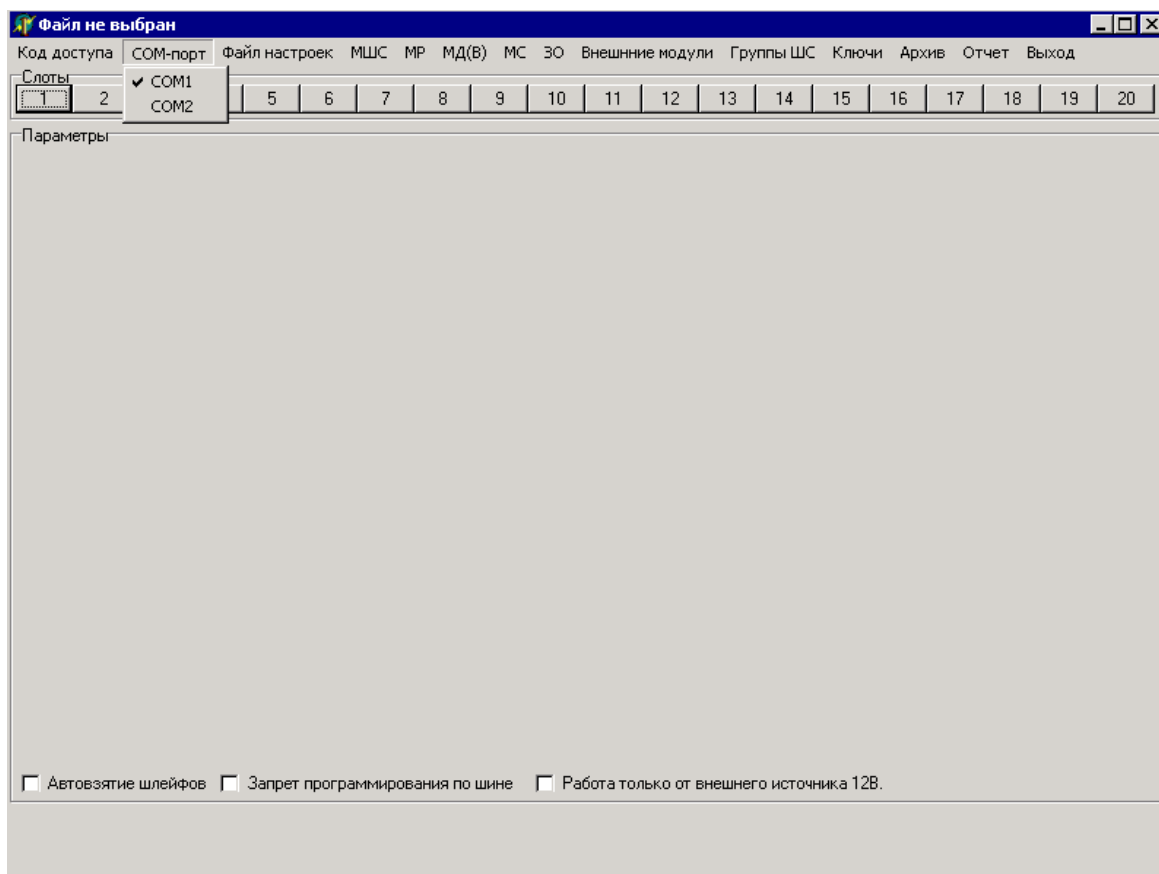

Рисунок 3
2.1.2.3 С помощью команды главного меню «COM-порт \ COM...» необходимо установить, отметив в выпадающем списке значком «v», номер COM-порта ПЭВМ, к которому был подключен МВ. При первом запуске программы по умолчанию в качестве COM-порта ПЭВМ, к которому подключен МВ, устанавливается COM1 (рисунок 3). Изменение этого параметра сохраняется на жестком диске ПЭВМ в рабочей директории программы.